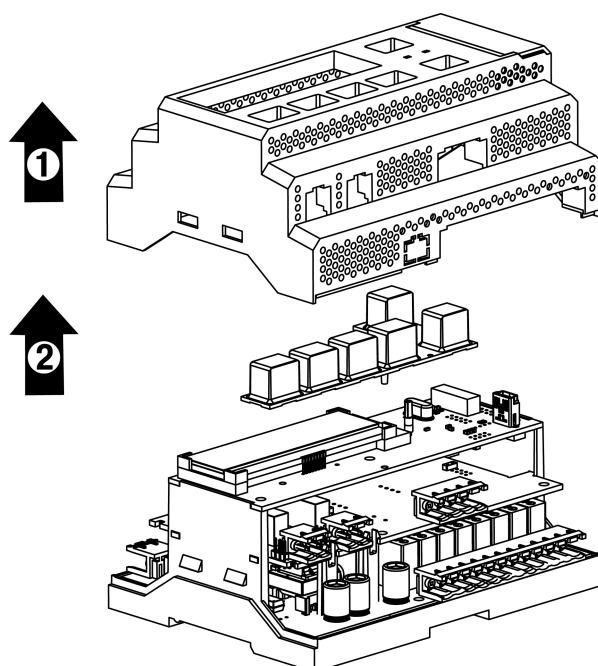

Рисунок 8.2 – Схема разборки ПР200. Отделение верхней крышки и клавиатуры
4. Снять крышку (см. рисунок 8.2, стрелка 1). Убрать клавиатуру (стрелка 2).